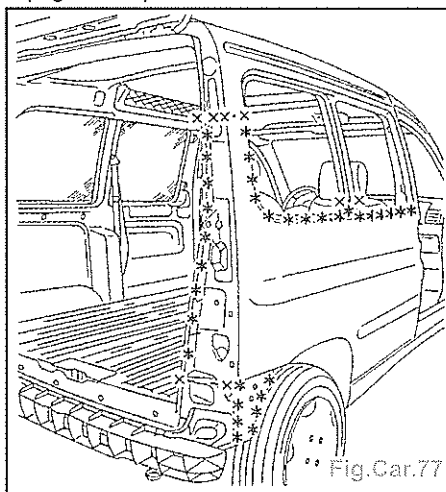

Fig.Car.77
- Tracer puis découper à l'aide d'une scie (Fig.Car.77).
- Souder par points électriques (Fig.Car.77/78).
- Souder par points bouchons MAG (Fig.Car.77/78).
- Souder par cordon MAG (Fig.Car.77/78).